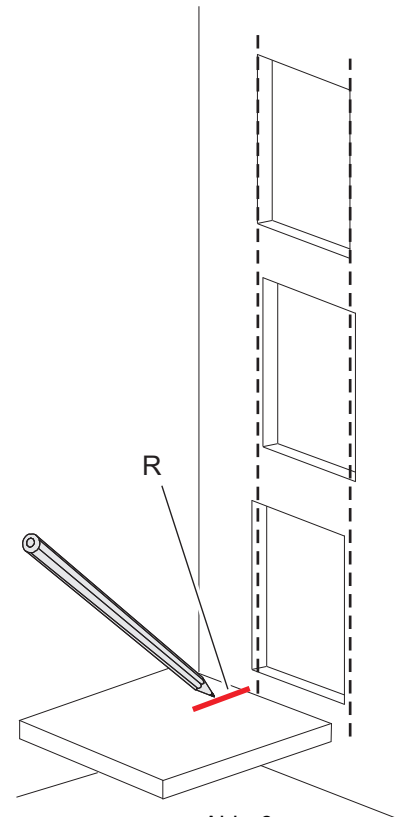

Abb. 6
Tipp: Schwelle (D) einer Schachtschiebetür so auf dem Kabinenboden positionieren, dass die Markierung (41) ausgerichtet zur Markierung (R, siehe auch Abb. 6) ist. Achtung: Auf lagerichtige Ausrichtung der Schwelle achten!
- Markierung (41) der Bodenschwelle (D) deckungsgleich zur Markierung auf dem Kabinenboden (siehe (R) 4.2, Abb. 6) bringen